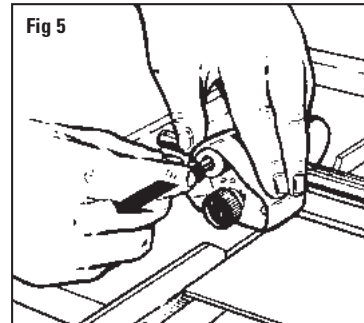

Fig 5
5. **IMPORTANTE:** al termine del taglio, accertarsi di estrarre il perno di bloccaggio per consentire al portalamina di tornare alla posizione neutrale. Fig. 5
En exerçant une pression vers le bas, tirez la tête de découpe vers vous jusqu'à ce que le bord du métal près du point rouge de la plaque repère soit exactement sur la ligne inférieure tracée. Fig. 5